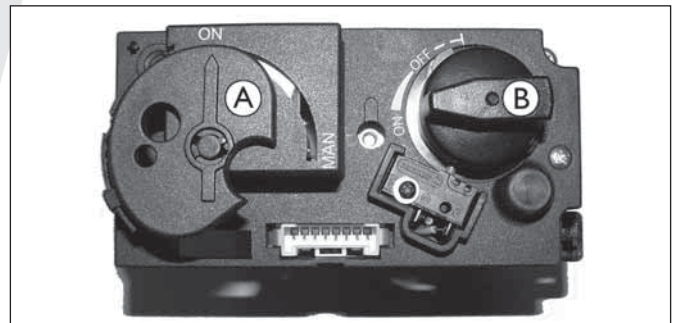

fig. 15
- Attention** - Pendant le processus d'allumage, il n'est pas autorisé de commander manuellement le bouton de réglage B sur le bloc de réglage du gaz (voir Fig. 15) ;
- Placez le bouton A sur le bloc de réglage du gaz sur ON (le bouton B est automatiquement commandé) (voir fig. 15).